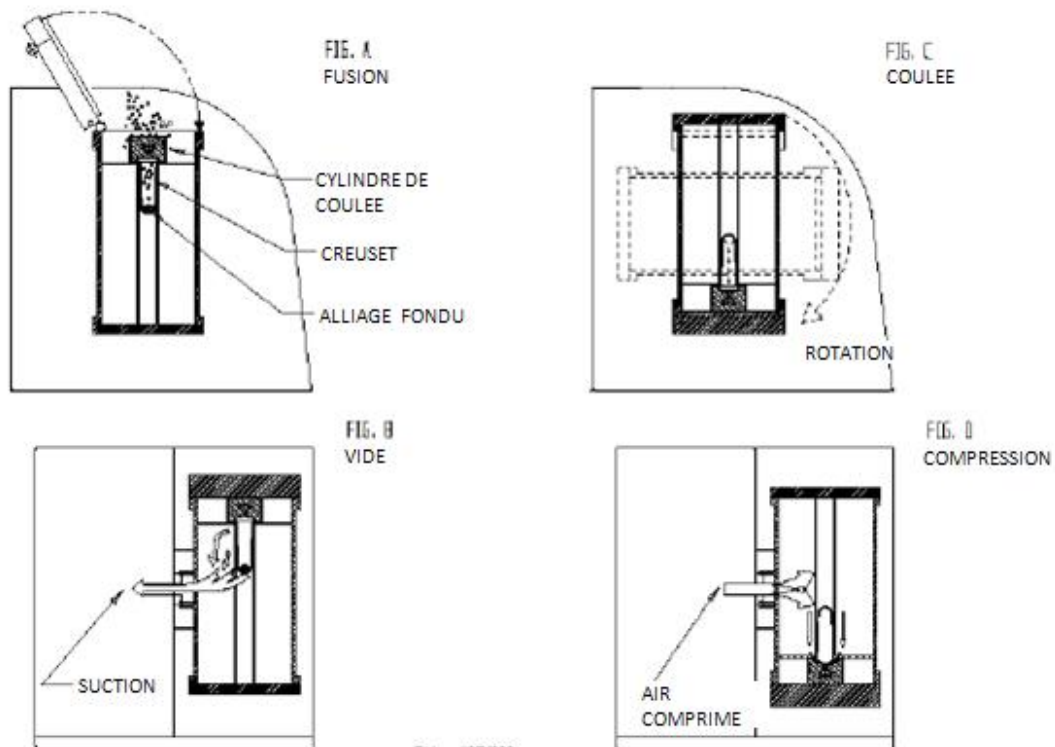

Fig. 6
1) le métal est fondu dans un creuset à l’aide du chauffage produit par une résistance électrique contrôlée par un microprocesseur (FIG. **A** de Figure 6).
1) Formation du vide dans le four: en enlevant l’air et les gaz de fusion on empêche la formation de cloques et on facilite le débit du métal liquide à l’intérieur du moule (FIG. **B** de Figure 6);
2) Renversement du four: on coule le métal dans le cylindre par coulée ou par chute contrôlée (FIG. **C** de Figure 6);
et en allant remplir même les plus petits espaces (FIG. D de Figure 6). La pressurisation a une durée de quatre-vingts secondes, temps suffisant pour permettre la solidification du métal. Lorsque ce temps s'est écoulé, le four retourne automatiquement en position et l'opérateur peut enlever la pièce.